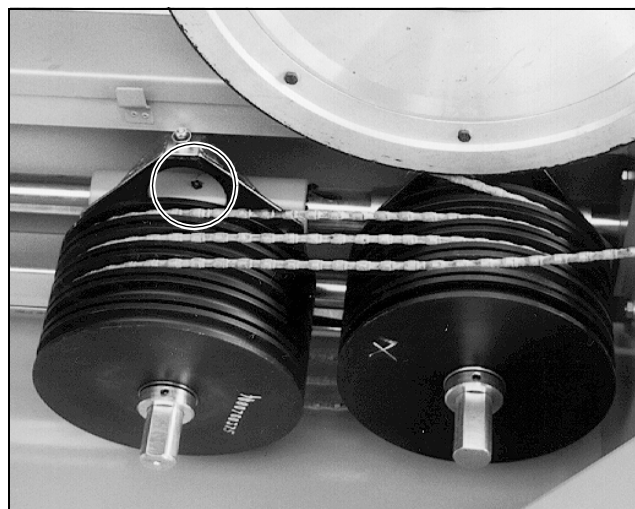

Bild 8.9 Seilspeicher Schubführung, Druckschmierkopf (Schmiernippel)
- Reinigen Sie die Schubführung (speziell das Rohr) und schmieren Sie über den Druckschmierkopf (Schmiernippel) die Schubführung (siehe Bild 8.9) nach jedem zweiten Arbeitstag mit ca. 5 Hüben Mehrzweckfett (siehe Abschnitt 8.3) aus einer handelsüblichen Hand-Fettpresse ab!